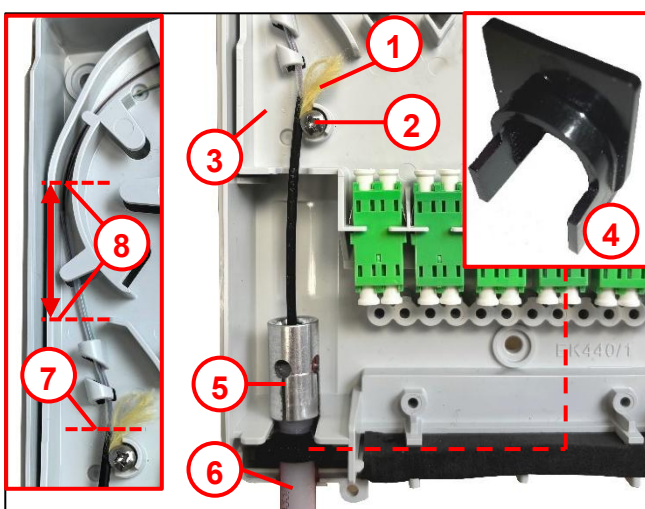

Abb. 8
- Mikrorohr (6) mit Einzelzugabdichtung (5) einsetzen.
- Niederhalter (4) für die Fixierung des Mikrorohres einsetzen.
- Kabel (7) oberhalb der Kerbschraube abmanteln, siehe Abb. 8.
- Bündeladern (8) im gekennzeichneten Bereich abmanteln, siehe Abb. 8.
- Freigelegtes Aramidgarn (1) auf 100 mm kürzen und mit beiliegender Kerbschraube (2) an Montageplatte (3) befestigen.